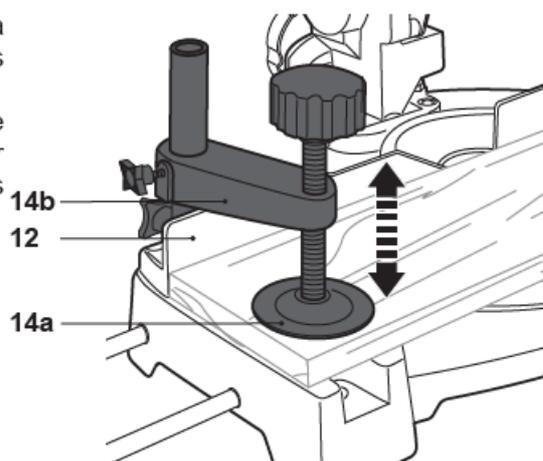

Fig. 34
- > Réglez la plaque [14a] et le support [14b] à la hauteur requise (Fig. 34), puis immobilisez la pièce.